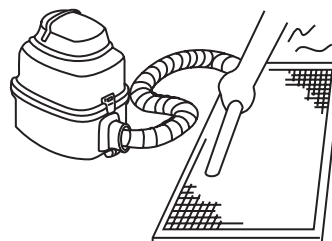

fig.9-3
- Il lato di ingresso dell'aria deve trovarsi verso l'alto quando si usa l'aspirapolvere. (Vedi *fig.9-3*)